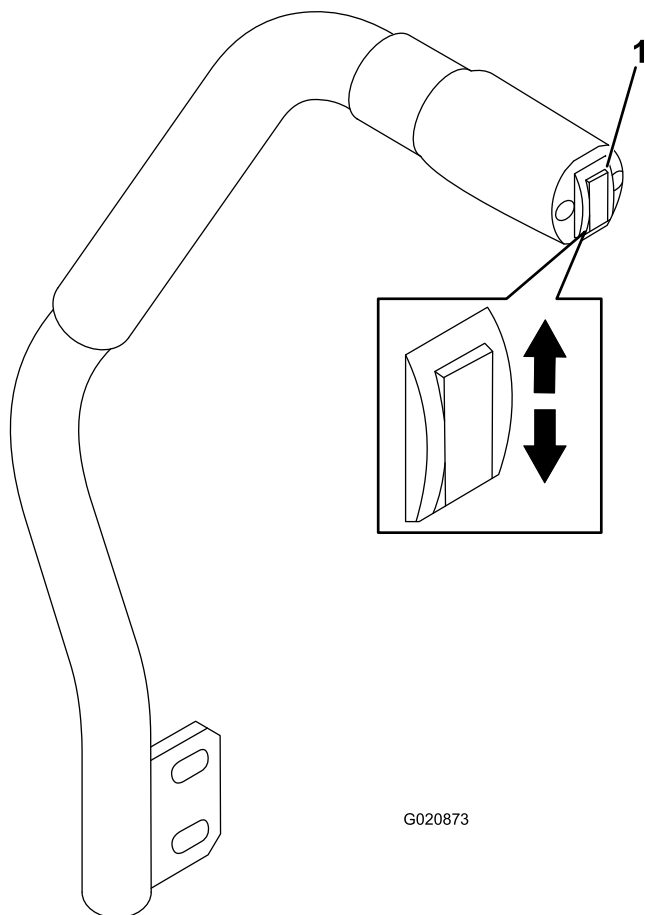

Figure 24
La commande de levage du plateau de coupe permet de relever et d'abaisser le plateau de coupe (Figure 24). L'utilisation de ce levier n'est possible que lorsque le moteur est en marche.
- Pour abaisser le plateau de coupe, poussez la commande de relevage vers le bas (Figure 24).
- Pour relever le plateau de coupe, poussez la commande de relevage vers le haut (Figure 24).
1. Lorsque le moteur tourne, poussez la commande de relevage du plateau de coupe vers le haut jusqu'à ce que le plateau soit complètement relevé, puis **relâchez immédiatement la commande** (Figure 24).